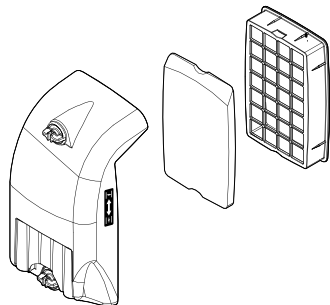

Рис. 8
7.1. Обслуживание воздушного фильтра (Рис. 8)